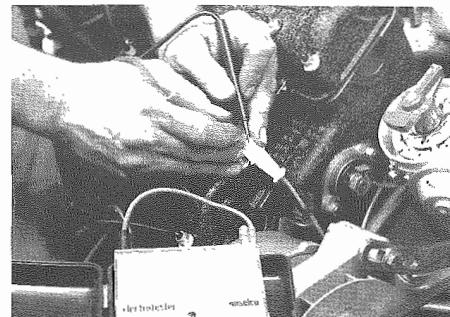

Fig. 6 - Controllo trasduttore
- Allacciare un tester (**Fig. 6**) e disporre l'interruttore di settore su $\times 0,1$ V.
- Contact a tester (**Fig. 6**) and place sector switch on $\times 0,1$ V.